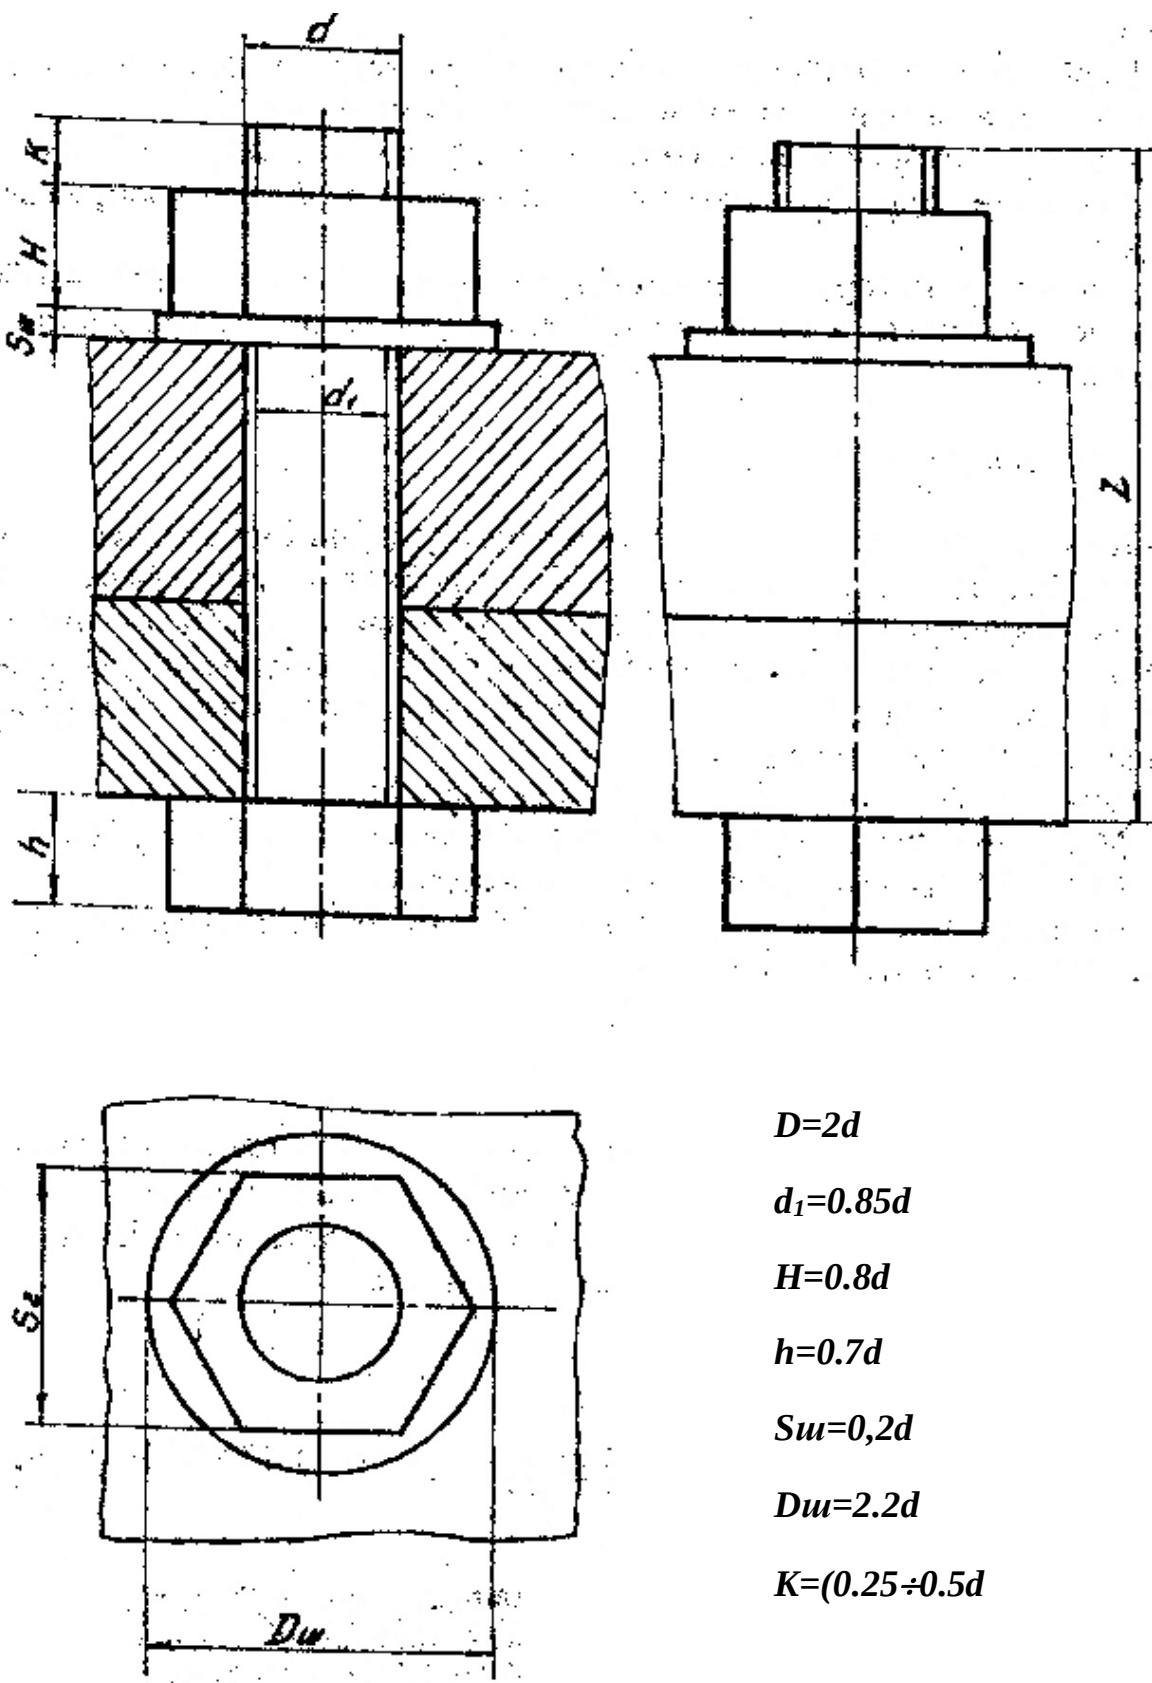

Рис. 11
2) упрощенное изображение болтового соединения (пример и расчетные формулы на рис. 11);